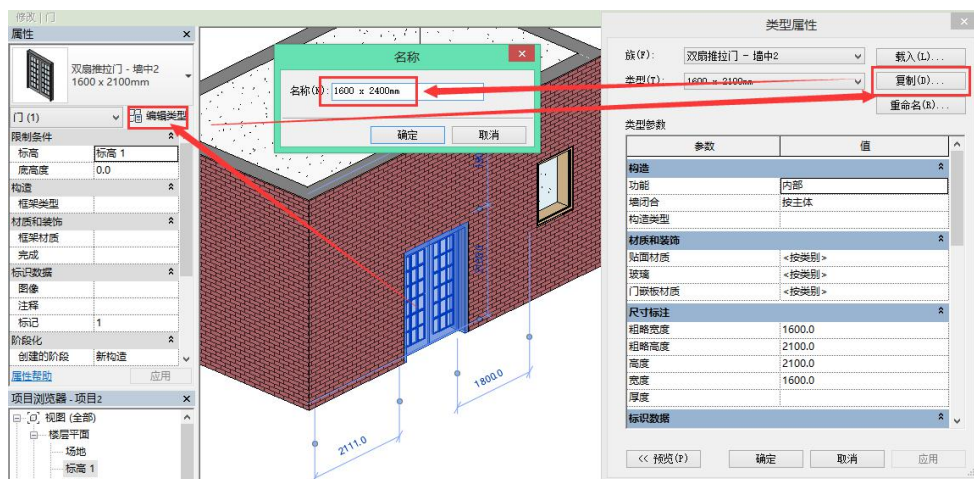
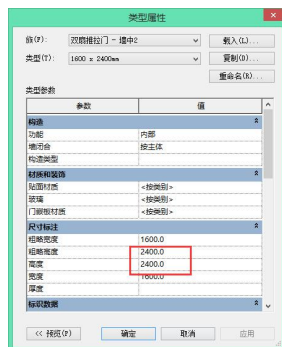

图 6-20 复制门修改名称
图 6-21 修改门高度
• 以复制创建一个 1600×2400 的双扇推拉门为例：选中门之后，在“属性”栏选择“编辑类型”复制一个类型，命名为“1600×2400mm”确定（图 6-20）；然后将高度和粗略高度改为 2400。点击确定即可完成 1600×2400 的双扇推拉门类型的创建（见图 6-21）。